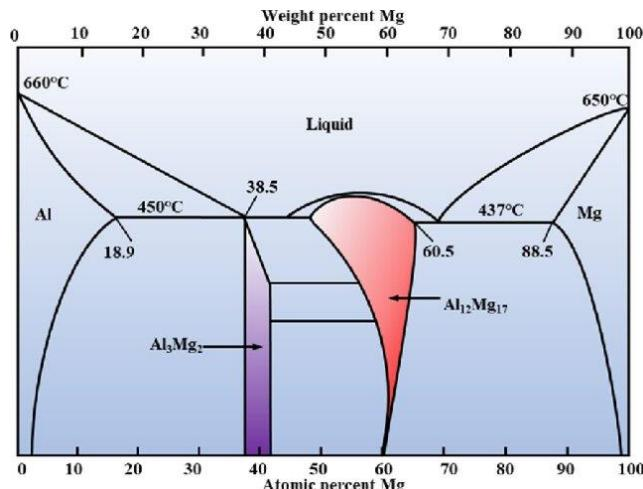
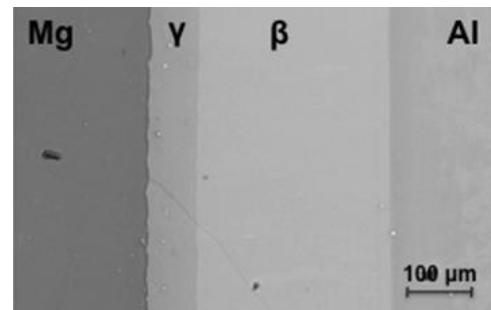

Fig. 2a: Diagramme de phases Al-Mg en at-%
Fig. 2b: Couple de diffusion Mg-Al après un maintien à 400°C / 5h.
Un diagramme de phase Mg-Al calculé par logiciel est présenté en Fig.2a. Une image en microscopie électronique à balayage de la surface d'une coupe polie montre les phases formées à partir d'un couple de diffusion Mg et Al (50/50) maintenu pendant 5h à 400°C (Fig.2b).
- Quelle est la composition chimique des phases nommées  $\beta$  et  $\gamma$  en Fig.2b?
- Renseignez-vous sur les structures cristallines de Mg et Al. Selon vous, l'image en Fig.2b est-elle une image en électrons secondaires ou en retrodiffusés ?
- En prenant x l'axe horizontal de la Fig.2b, tracez « à la main » par des segments de droites i) la concentration en Al; and ii) le potentiel chimique de Al.